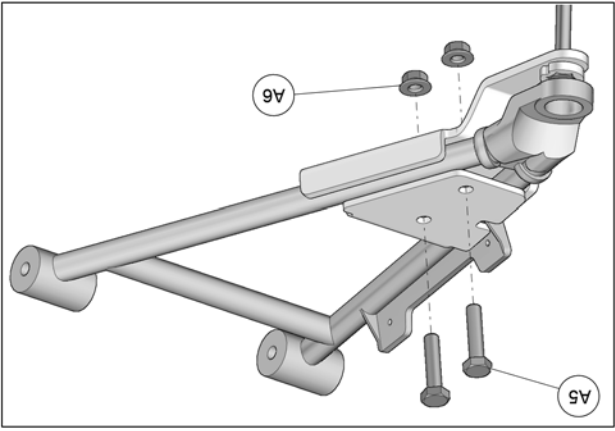

Fig. 16
6. Insérer les boulons M10x45mm (A5) par le dessus de l'ancrage. Assembler les deux parties avec les écrous (A6) fournis. Serrer l'assemblage à un couple de 50 N•m [37 lb•pi]. Voir la Fig. 16